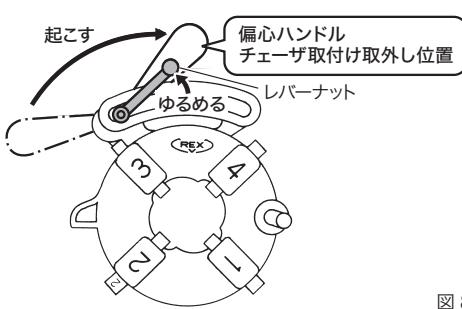
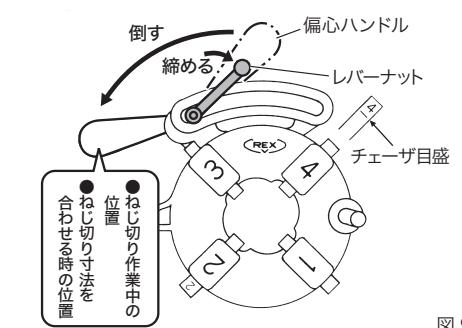

図 8
図 9
a. チェーザの取外し方 (図 8)
- ①偏心ハンドルを図の方向に起こしてレバーナットをゆるめ、偏心ハンドル部を左端いっぱいの位置までよせてください。これで 3 番と 4 番のチェーザが取り外せます。
- ②次にダイヘッドを起こすと 1 番と 2 番のチェーザが取り外せます。
b. チェーザの取付け方 (図 9)
- ①ダイヘッドをチェーザを取り外した状態にします。
- ②ダイヘッドの 3 番と 4 番の溝番号に同じ番号のチェーザをチェーザノッチにはまり込むまで差し込んでください。
- ③次にダイヘッドを起こして 1 番と 2 番のチェーザを同じ溝番号に差し込んでください。